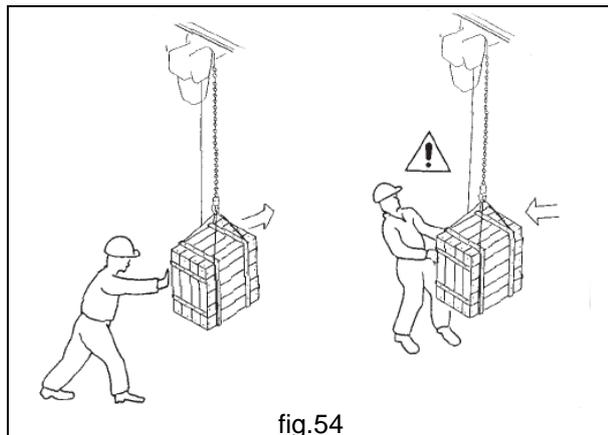

fig.54
- **En las maniobras manuales de rotación del brazo** el operador debe mover la carga empujándola y nunca tirando de ella hacia él, para evitar el riesgo de aplastamiento (fig.54).